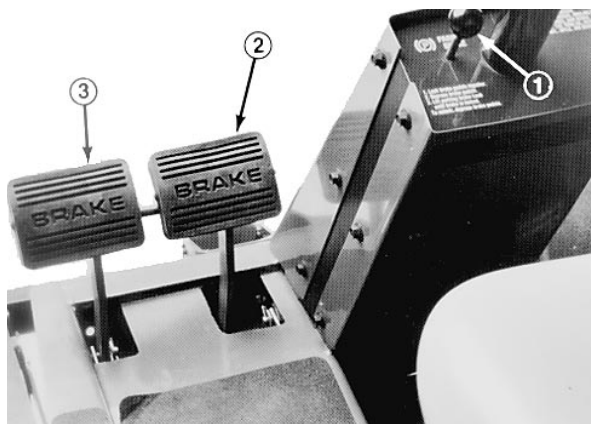
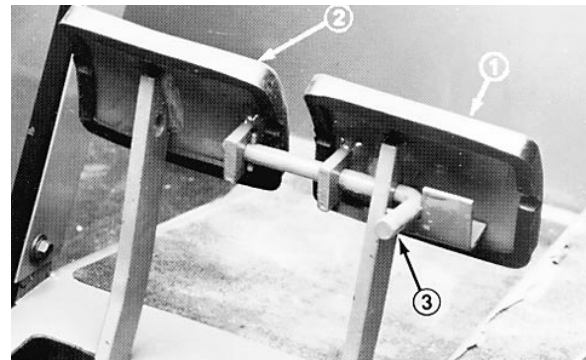

Fig. 7
Fig. 8
**Driftsbremser** (Fig. 7)—Venstre og højre bremsepedal er forbundet med venstre og højre forhjul. Da begge bremser virker uafhængigt af hinanden, kan bremserne bruges til at foretage et skarpt sving eller til at øge trækraften, hvis et hjul har en tendens til at glide, når der køres på visse skråninger. Vådt eller blødt græs kan dog blive beskadiget, når bremserne bruges i skarpe sving. Hvis man ønsker at standse hurtigt, skal man træde begge bremsepedaler i bund samtidigt. Når traktorenheden transporteres, skal bremserne altid låses sammen.
**Parkeringsbremse**—Hver gang motoren standses, skal parkeringsbremsen aktiveres for at forhindre utilsigtet bevægelse af maskinen. Parkeringsbremsen aktiveres ved at trykke låsearmen (Fig. 8) på venstre bremsepedal, så den låses sammen med højre pedal. Tryk derefter begge pedaler helt i bund og træk parkeringsbremseknappen ud (Fig. 7). Parkeringsbremsen udløses ved at træde på begge pedaler, indtil parkeringsbremseknappen trækker sig tilbage. Inden motoren startes, skal låsearmen dog kobles fra venstre bremsepedal, så begge pedaler virker sammen med hvert forhjul, uafhængigt af hinanden.